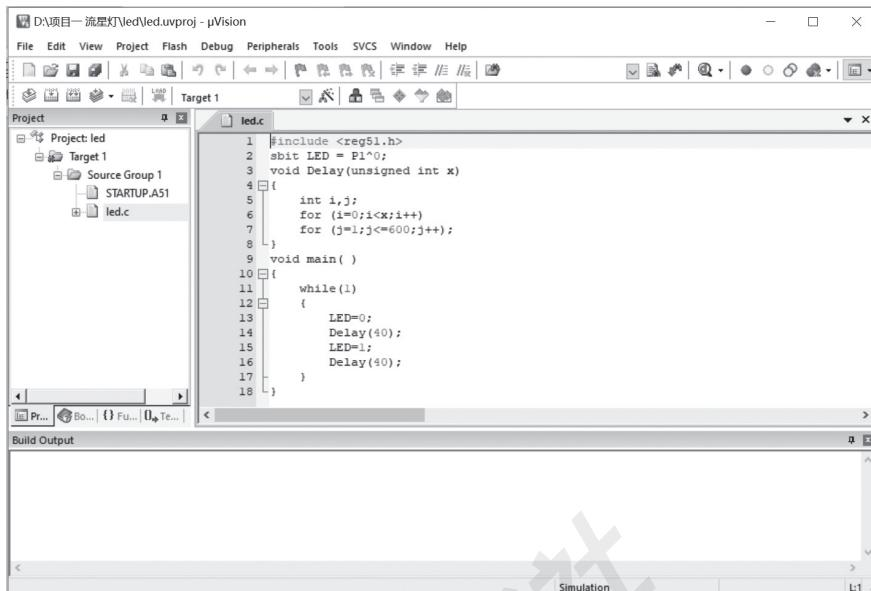

图 1-1-22 在 led.c 文本中输入程序
(7) 第七步：开始输入源程序。先最大化 led.c 源程序窗口，然后请按以下程序清单输入程序代码。如图 1-1-22 所示。